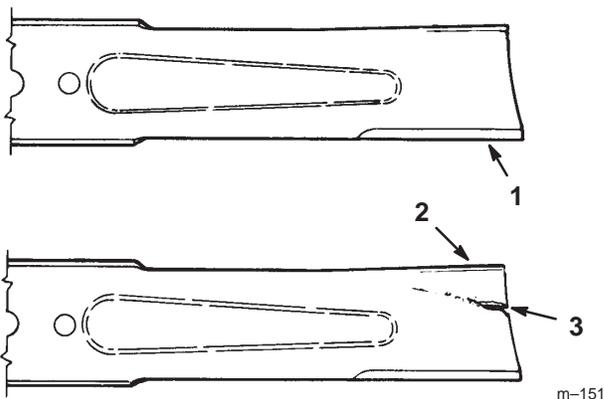

Figure 27
1. Inspectez les tranchants des lames (Fig. 27). Si elle n'est pas tranchante ou si elle présente des indentations, déposez et aiguisiez la lame (voir Aiguisage de la lame, page 27).
2. Inspectez la lame, surtout la partie incurvée (Fig. 27). Remplacez immédiatement toute lame endommagée, usée ou qui présente une entaille (Fig. 27).